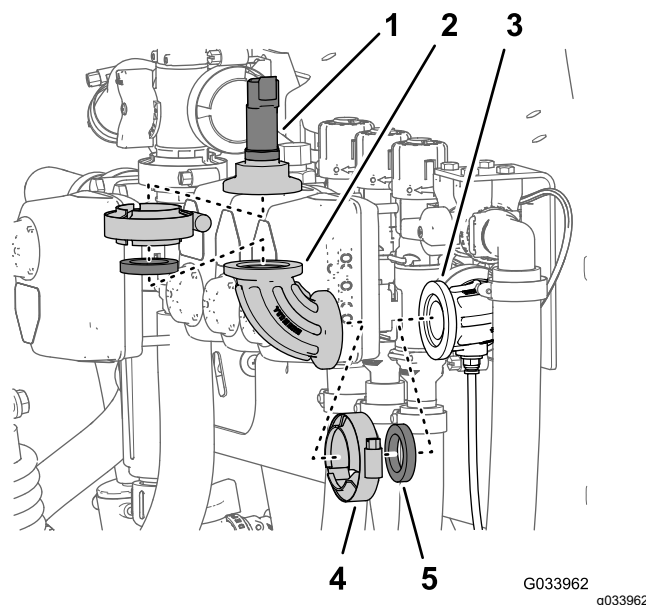

Figura 10
2. Retire la brida de fijación que sujeta el transductor de presión al acoplamiento de 90° (Figura 10) y retire el transductor, la junta y la brida de fijación ().
el acoplamiento de 90°, la junta y la brida de fijación (**Figura 10**)